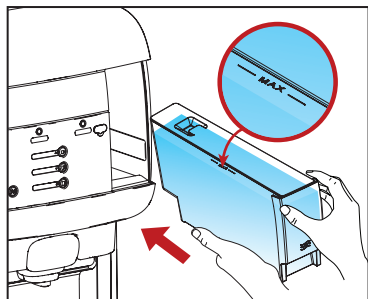

Рис. 4
4. Заполните емкость для воды чистой свежей водой до уровня, обозначенного отметкой MAX, и установите емкость в кофемашину. (См. рис. 4)